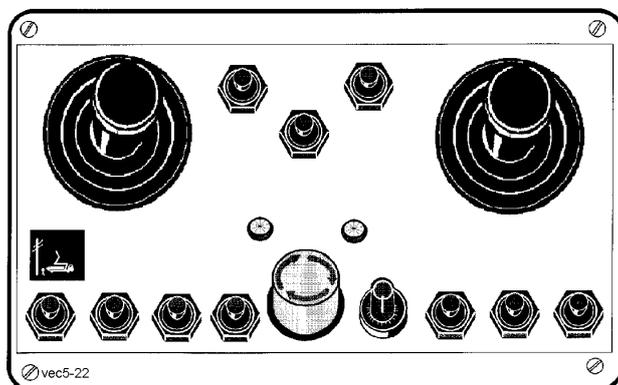

Fig. 1
– El arranque se confirma por medio de una señal acústica breve, el display (Fig. 1) indica este símbolo.